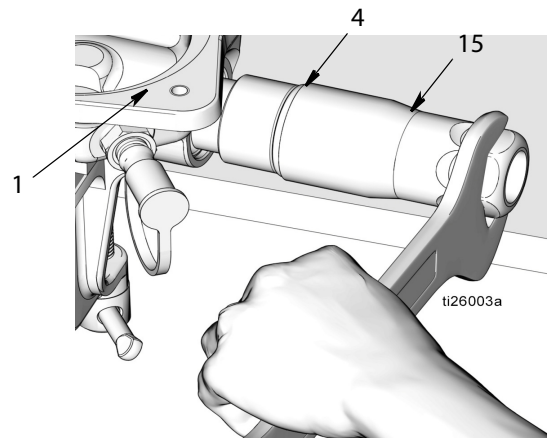

Рис. 22
- е. Для надлежащей утилизации утилизируйте уплотнительные кольца круглого сечения (7, 41) и гайку (5) в соответствии со всеми правовыми нормами.
16. Снимите выпускной обратный клапан (15) с основания насоса (1) (Рис. 22). Извлеките уплотнительное кольцо круглого сечения (4) из выпускного обратного клапана. Для надлежащей утилизации утилизируйте уплотнительное кольцо круглого сечения в соответствии со всеми правовыми нормами.